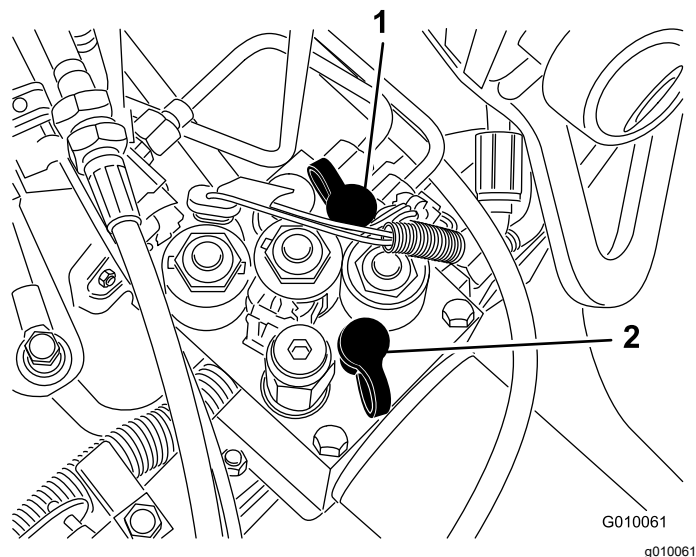

図 64
- テストポートG2図 64は走行チャージ回路の故障探究用ポートです。
- テストポートG1図 64は昇降回路の故障探究用ポートです。